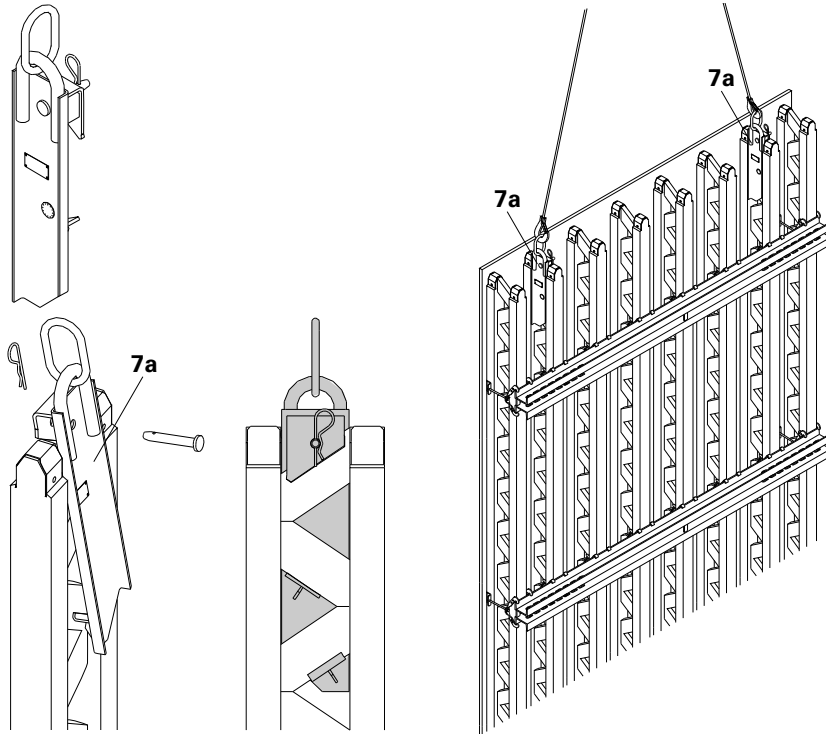

Fig. B3.01
- Montar siempre 2 mordazas simétricamente respecto del centro de gravedad de la carga. (Fig. B3.01)